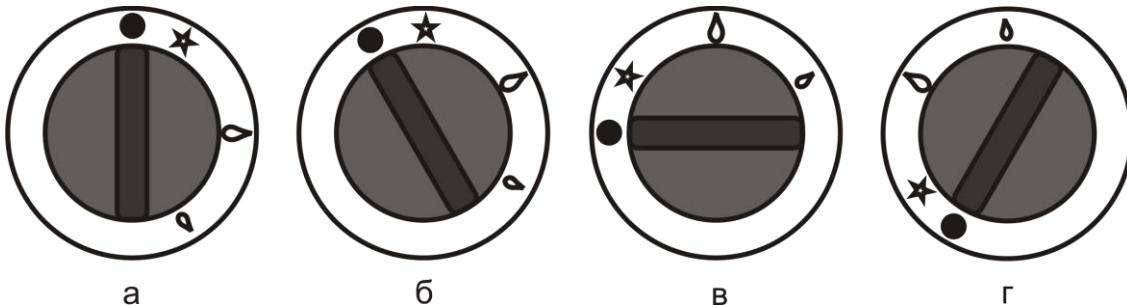
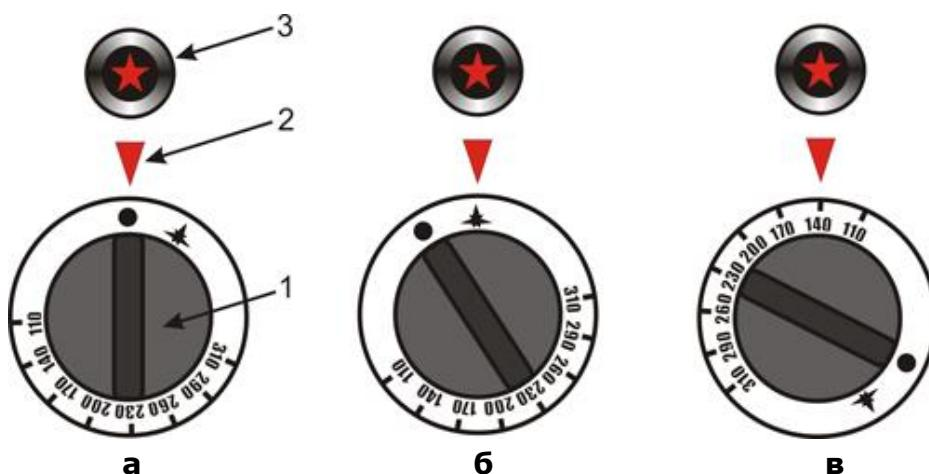

Рис.8. Соответствие положения ручки крана режиму работы горелок открытого пламени и горелок с закрытой поверхностью:
Рис.9. Положение ручки и режимы работы духового шкафа:
- Включите горелку и переведите ручку крана соответствующей горелки в режим «малого пламени» (см. рис.8г).
- Зажгите основную горелку духового шкафа (см. п.6.4) и установите температурный режим **110 °C** (см. рис.9).
- Убедитесь в том, что ручки кранов находятся в положении, соответствующем закрытому состоянию крана (см. рис. 8а, рис. 9а). Если краны находятся в открытом состоянии, или в состоянии, соответствующем розжигу запальной горелки, переведите краны в закрытое состояние путем поворота ручки крана по ходу часовой стрелки до упора, с легким нажимом на нее.
После окончания работы с плитой необходимо перевести все ручки кранов в закрытое состояние (см. рис. 8а, рис. 9а) и закрыть кран газопровода, а в случае использования баллонов СУГ – краны баллонов.
**Внимание! При первом включении плиты необходимо выпустить воздух из газового тракта. Для этого удерживайте ручку крана в нажатом состоянии в положении «розжиг запальной горелки» (рис. 8б, 9б) в течение 1 минуты, после чего можно приступать к работе с плитой.**
- В исходном состоянии ручка крана находится в положении, соответствующем закрытому состоянию крана (см. рис. 8а)
- Нажав на ручку крана до упора и, удерживая её в нажатом состоянии, поверните её против хода часовой стрелки в положение «розжиг запальной горелки» (см. рис.8б). Через 3 – 5 секунд (при первом пуске плиты, а также после каждой замены баллона – через 60 секунд) поднесите источник огня к запальной горелке или нажмите на соответствующую кнопку пьезорозжига 9 (см. рис.1). Если запальная горелка не зажглась, отпустите ручку крана, и, при повторном нажатии на нее, вновь поднесите источник огня к запальной горелке или нажмите кнопку пьезорозжига. После появления пламени в запальной горелке, удерживайте ручку
- При повороте ручки крана, с легким нажимом на нее, против хода часовой стрелки – кран открывается и осуществляется розжиг основной горелки. Положение крана в режиме «максимальное пламя» и «малое пламя» представлено на рис. 8в и рис. 8г соответственно. Перевод крана с одного режима на другой осуществляется с помощью легкого нажатия на ручку крана.
- При повороте ручки по ходу часовой стрелки в положение «розжиг запальной горелки» (см. рис. 8б) – главная горелка гаснет, а запальная горелка остается зажженной («дежурный режим»).
- Для выключения запальной горелки необходимо повернуть ручку крана, с легким нажимом на нее, по ходу часовой стрелки до упора (см. рис. 8а).
- В исходном состоянии ручка крана находится в положении, соответствующем закрытому состоянию крана (см. рис.8а).
- Нажав на ручку крана до упора и, удерживая её в нажатом состоянии, поверните её против хода часовой стрелки в положение «розжиг запальной горелки» (см. рис.8б). Через 3 - 5 секунд (при первом пуске плиты, а также после каждой замены баллона – через 60 секунд) поднесите источник огня к запальной горелке (через открытую крышку) или нажмите на соответствующую кнопку пьезорозжига 9 (см. рис.1). Если запальная горелка не зажглась, отпустите ручку крана, и, при повторном нажатии на нее, вновь попробуйте зажечь запальную горелку. После появления пламени в запальной горелке, удерживайте ручку крана в нажатом состоянии в течение 5-10 секунд, до срабатывания предохранительного клапана,
- При повороте ручки крана, с легким нажимом на нее, против хода часовой стрелки – кран открывается и осуществляется розжиг основной горелки. Положение крана в режиме «максимальное пламя» и «малое пламя» представлено на рис. 8в и рис. 8г, соответственно. Перевод крана с одного режима на другой осуществляется с помощью легкого нажатия на ручку крана.
- В исходном состоянии ручка крана находится в положении, соответствующем закрытому состоянию крана (см. рис.9а), при котором символ ● на ручке крана совпадает с риской 2.
- Слегка нажав на ручку крана и, удерживая её в нажатом состоянии, поверните её против часовой стрелки в положение «розжиг запальной горелки» (см. рис.9б), при котором символ  на ручке совпадает с риской. Нажмите на ручку крана, утопив её еще глубже и через 3 - 5 секунд (а при первом пуске плиты и после каждой замены баллона СУГ – через 60 секунд) поднесите источник огня к запальной горелке через смотровое окно 12 (см. рис.1) или нажмите на соответствующую кнопку пьезорозжига 3 (см. рис.9). Если запальная горелка не зажглась, отпустите ручку крана и, повторно нажав на нее, вновь попробуйте зажечь запальную горелку. После появления пламени в запальной горелке, удерживайте ручку крана в нажатом состоянии в течение 5-10 секунд, до срабатывания предохранительного клапана, кнопку пьезорозжига при этом можно отпустить. Затем отпустите ручку управления и убедитесь, что запальная горелка горит. Если запальная горелка погасла, следует повторить процедуру разжигания.
- При повороте ручки крана против хода часовой стрелки – кран открывается и осуществляется розжиг основной горелки (рис.9в).
- При повороте ручки по ходу часовой стрелки, в положение «розжиг запальной горелки», символ  на ручке совпадает с риской 2 (см. рис. 9б) – главная горелка гаснет, а запальная горелка остается зажженной («дежурный режим»).
- Для выключения запальной горелки необходимо повернуть ручку крана, слегка нажимая на неё, по ходу часовой стрелки до упора (символ  на ручке крана совпадает с риской 2 (см. рис. 9а)).